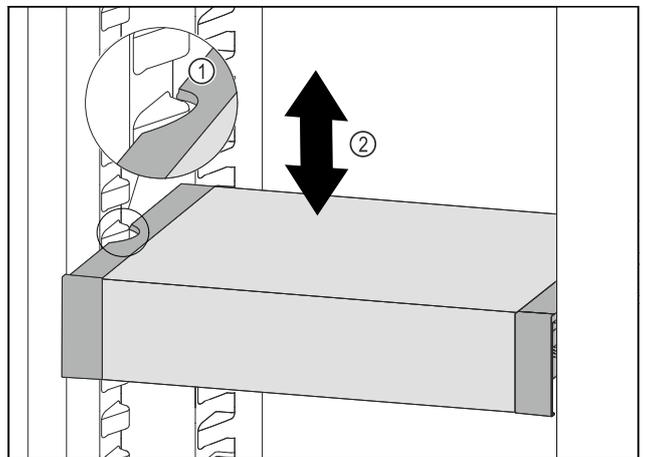

Fig. 127
- Tirare VarioSafe in avanti fino a quando le cavità laterali di VarioSafe non si trovano al livello della nervatura del contenitore nel vano frigorifero. Fig. 127 (1)
- ▶ Spostare VarioSafe verso l'alto o verso il basso nel vano frigorifero fino a raggiungere l'altezza desiderata. Fig. 127 (2)